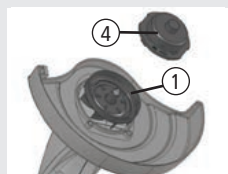

Fig. 09
Em seguida recoloque o conjunto da tampa e carretel (4) pressionando-o contra o porta carretel (1), e girando-o em sentido horário até perceber o "click" de encaixe, [Fig. 09].